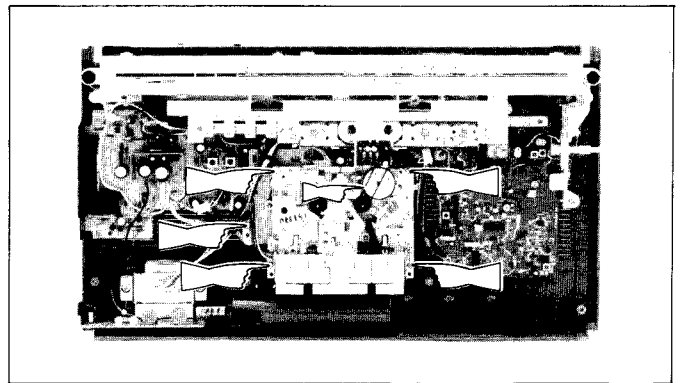

Figure 7-3 Abbildung 7-3
2. Remove five (5) screws at the mechanism block, detach the counter belt, then the mechanism block can be taken off. (See Fig. 7-3.)
2. Die fünf (5) Befestigungsschrauben des Mechanismusblocks entfernen, den Zählwerkriemen abnehmen, wodurch der Mechanismusblock herausgenommen werden kann. (Siehe Abb. 7-3.)
2. Déposer les cinq (5) vis du bloc du mécanisme, détacher la courroie du compteur, puis le bloc du mécanisme peut être déposé. (Voir la Fig. 7-3.)